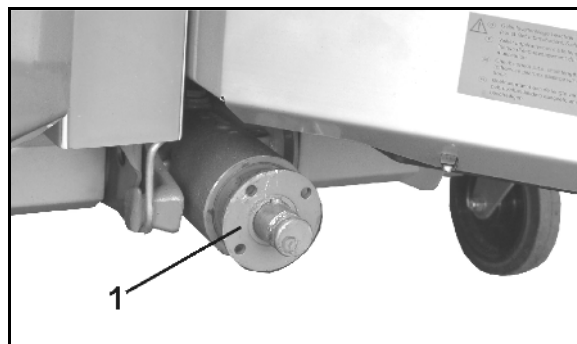

Fig. 24
5. Anbring kraftoverføringsakslen i den tilhørende holder (Fig. 24/1).